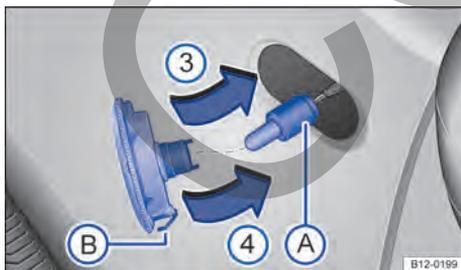

Fig. 158 Intermitente lateral: cambio de la lámpara.
4. Extraiga el portalámparas junto con la lámpara en línea recta → fig. 158 .
8. Coloque en la carrocería el lado del intermitente más cercano al frontal del vehículo → fig. 158  y presiónelo en la carrocería  hasta que el muelle  encastre de forma audible.